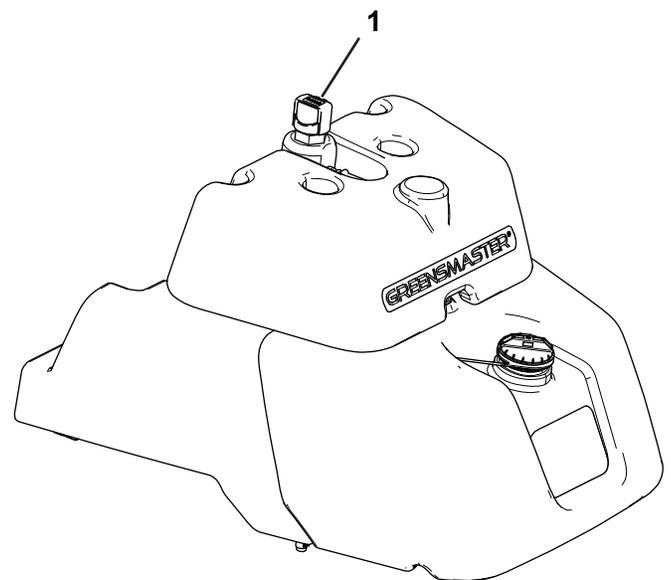

Figure 42
2. Trouvez la jauge sur le haut du réservoir hydraulique principal (Figure 42) et passez à l'étape 3.